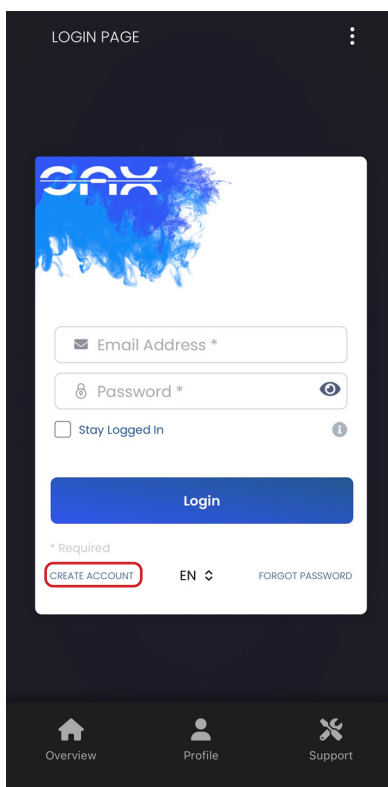

Abb. 67 Account erstellen
1. Klicken Sie bei der ersten Anmeldung auf „Account erstellen“ (siehe Abb. 67). Geben Sie Ihre E-Mail Adresse und den Registrierungscode, welchen Sie dem Beiblatt entnehmen, ein und vergeben Sie ein persönliches Passwort.